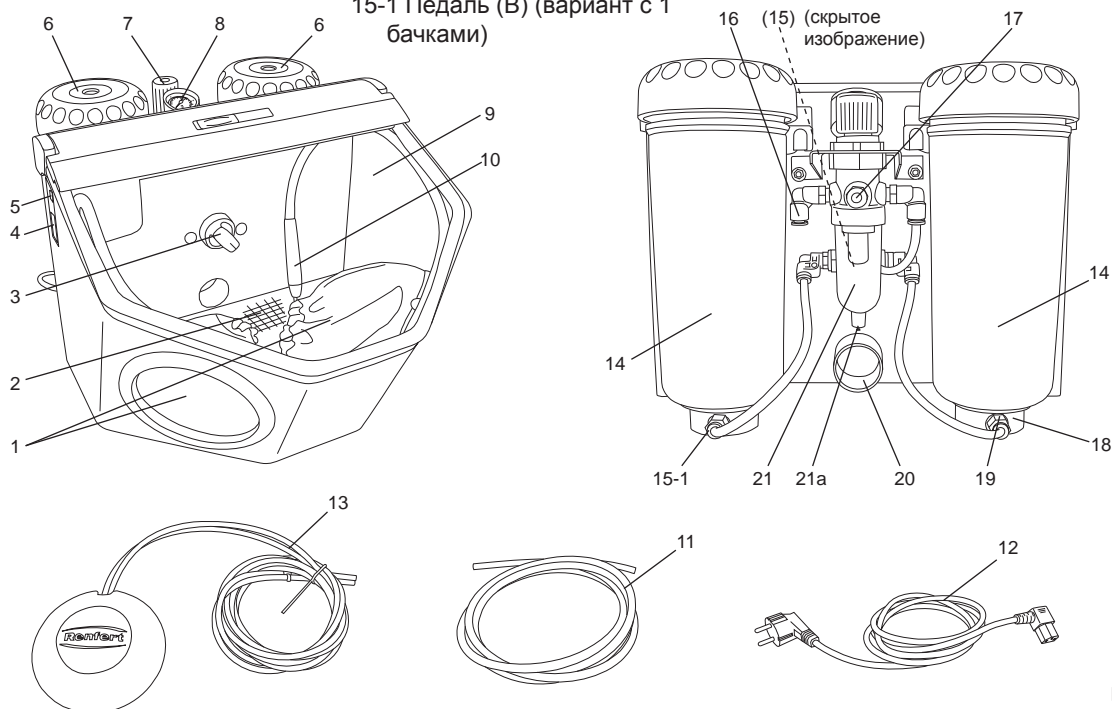

рис. 1
1 бачками: (15-1, рис. 1)
- При помощи переключателя (3, рис.1) выбрать бачок (вариант с 2 бачками).
- Нажать педаль (13, рис.1)